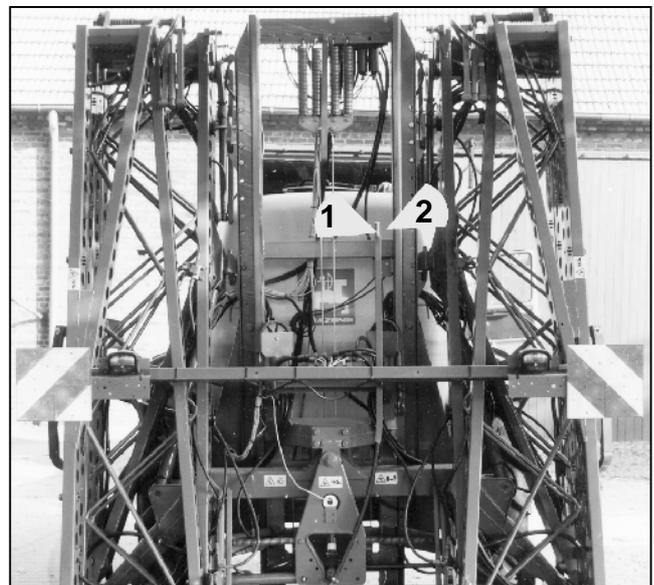

Fig. 8.56
**Verriegelt** ist der Schwingungsausgleich, wenn bei „NG“-Armaturn der rote Abschnitt (8.56/1) der Ent- und Verriegelungsanzeige (8.56/2) nur noch ca. 1/3 sichtbar ist. Bei „TG“-Armaturn leuchtet dann die Leuchtdiode (Fig. 8.56/8). **Fig. 8.56 zeigt den verriegelten Schwingungsausgleich.**